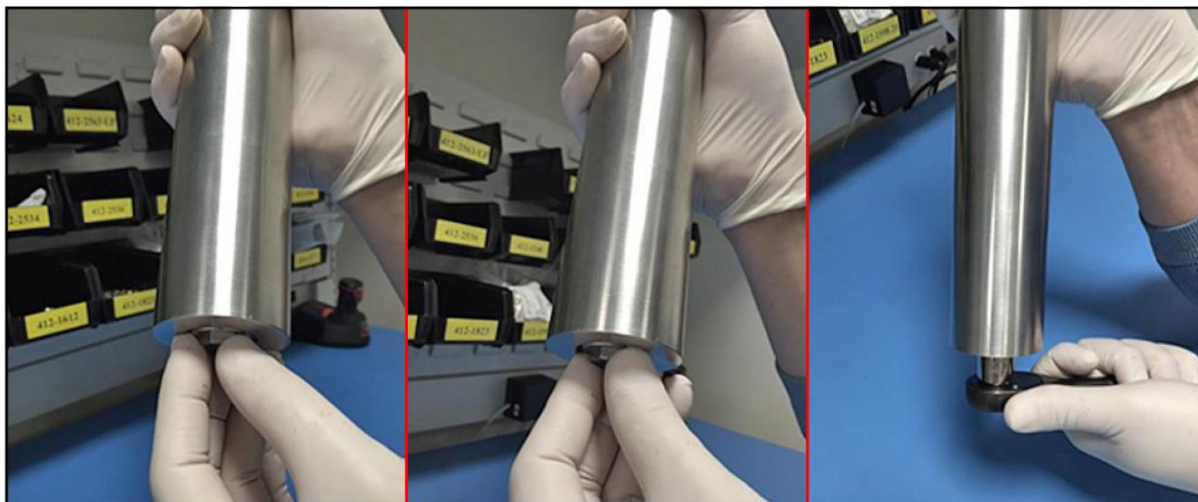

図 59 : 吸収セルにミラーエンドキャップアセンブリを戻す
18. ピンセットを使用して、ミラーを金メッキ面が上を向いた状態でシム上部の穴に挿入します。エンドキャップを吸収セル管の底に装着します。5/8 インチソケットレンチを使用して、装着したエンドキャップを所定の位置に固定します（下の図 59 を参照）。